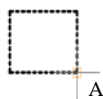

图 6.4.9 选取缩放基点
Step3. 缩放对象。在选择对象：的提示下，选取图中的矩形为缩放对象，按 Enter 键结束选取；在命令行提示指定基点：下，选取图 6.4.9 中的点 A 为缩放基点；在命令行提示指定比例因子或 **[复制(C) 参照(R)]**：下，可指定比例因子：输入比例因子值小于 1（如：0.8）时，矩形被缩小，如图 6.4.8b 所示；输入比例因子值大于 1（如：1.5）时，矩形被放大，如图 6.4.8c 所示。